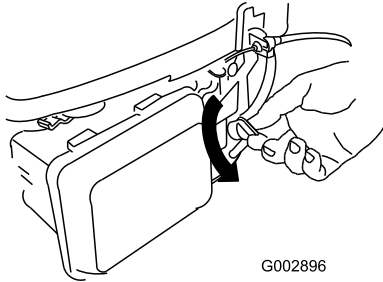

Figura 15
1. Girate la leva della valvola del carburante in posizione On (Figura 15).